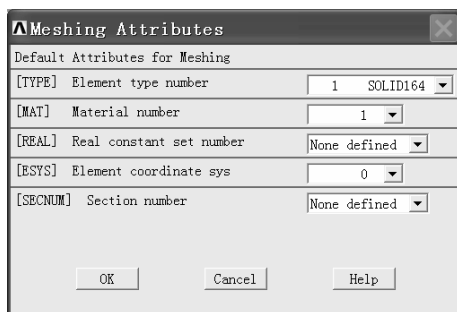

图 2-165 “Meshing Attributes”窗口
(20) 在“MeshTool”窗口中的“Element Attributes:”处选择“Global”，再单击该方框后的“Set”按钮，弹出“Meshing Attributes”窗口（见图 2-165）。